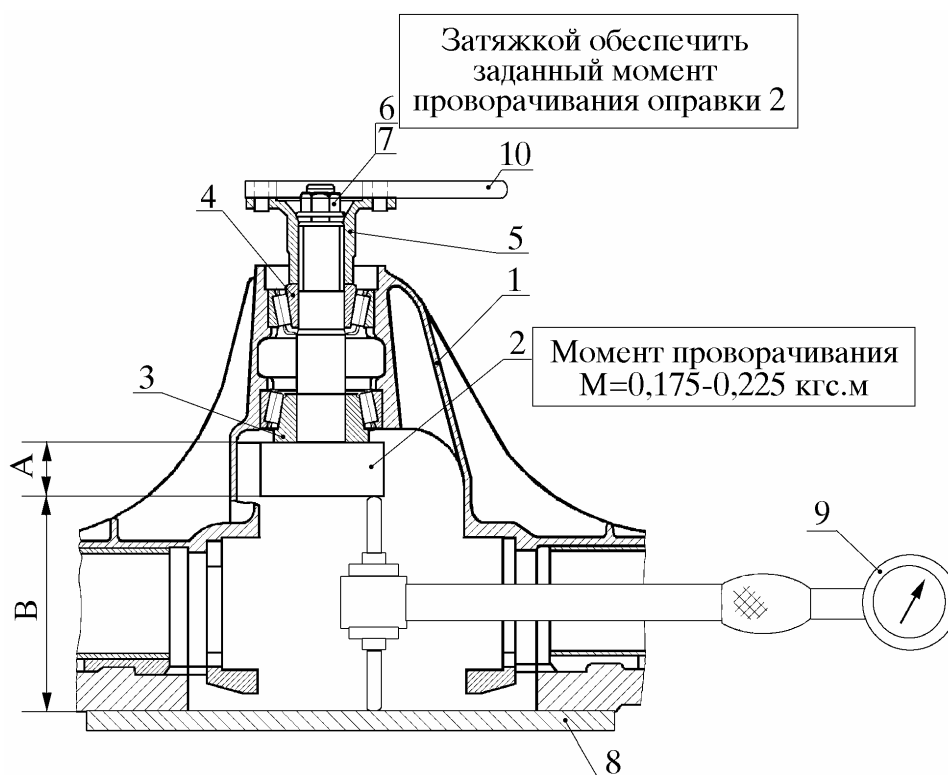

Рис. 14. Установка специальной оправки №1 в горловину картера и определение размера В:
6.4.2. **Вставить** в горловину картера 1 (рис. 14) заднего моста **оправку 2** с внутренними кольцами подшипников 3 и 4 ведущей шестерни заднего моста.
6.4.4. Установить на задний торец картера 1 призму 8 и нутромером 9 замерить размер В от заднего торца картера до торца головки оправки 2, как показано на рис. 14. Записать показание индикатора нутромера в журнал
**6.5. Вынуть специальные оправки №1 и №2** (см. рис. 14 и 15) из картера, сняв крепящие детали оправок. Установить крышки 10 (см. рис. 15) на свои места, закрепив их болтами 11 с шайбами 12 (ключи 17 и 27 типа ГОСТ 2839-86).